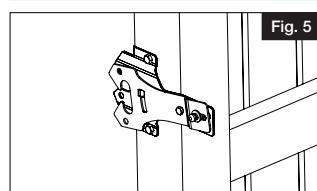

Fig. 6
- a. Percer des avant-trous de 7/32 po (5,6 mm) sur la barrière pour l'emplacement de la gâche (Fig. 6).